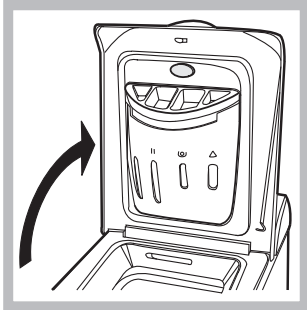

Fig. 1
A) ÖPPNING. (Fig. 1). Lyft upp det yttre locket och öppna det helt